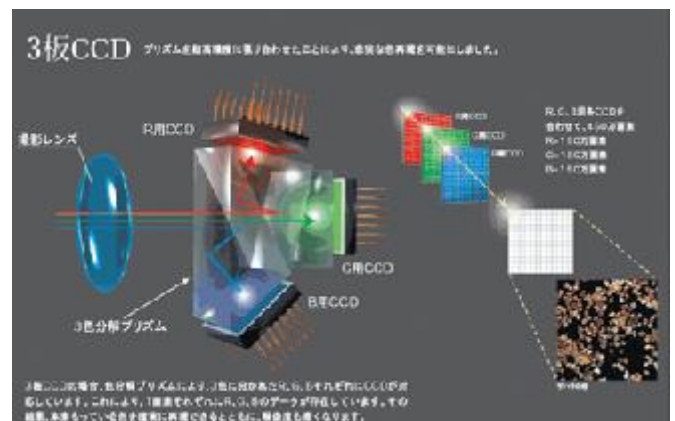

Рис. 1. Матриці ЗССС
- ЗССС рис. 1 – в цій конструкції світло проходить крізь пару дихроїдних призм та розділяється на три основні кольори: зелений, червоний та синій, що направлені кожен на свою матрицю. Ці матриці мають гарну передачу кольору, чіткість, світлочутливість, але й нікуди не дітись